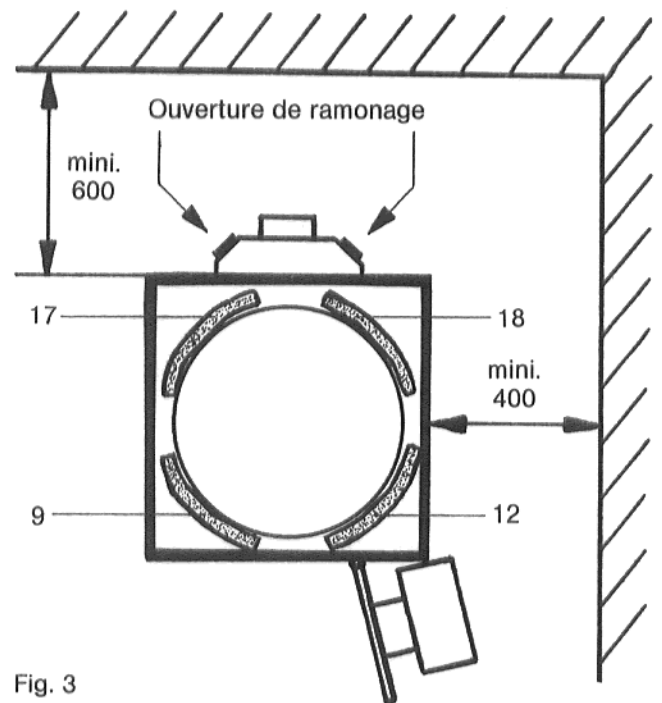

Fig. 3
### 3. Implantation de la Chaudière (Fig. 3)
- 3.4 Implanter la chaudière bien verticalement selon la Fig. 3. Observer latéralement les écartements minimum pour pouvoir pivoter la porte brûleur et à la façade avant et arrière pour des travaux de ramonage. En cas de besoin, l'aligner au moyen des plaques plastiques (fixées sur le socle chaudière).
- 3.5 Pour la pose des tuyauteries, veiller à ce que les ouvertures de ramonage de la boîte à fumée restent bien accessibles (Fig. 3).